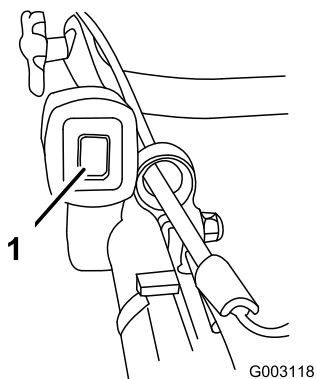

Figura 18
1. Ponga el interruptor de encendido en la posición de Parada (Figura 18).